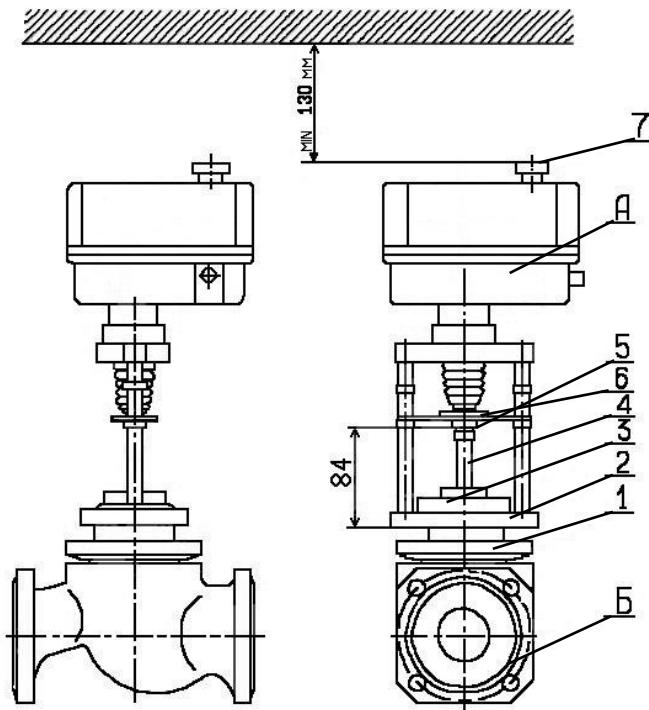

Рисунок 2
Для этого необходимо ручку (7) (см. рисунок 2) нажать, зафиксировать на соответствующем валу и вращать в требуемую сторону.
7.3 Последовательность присоединения к арматуре (см. рисунок 2).
7.3.5 Гайку (М10x1) муфты (6) навинтить на шток арматуры (4) таким образом, чтобы получился присоединительный размер Н = 84 мм, или 95 мм (см. рис. 2).